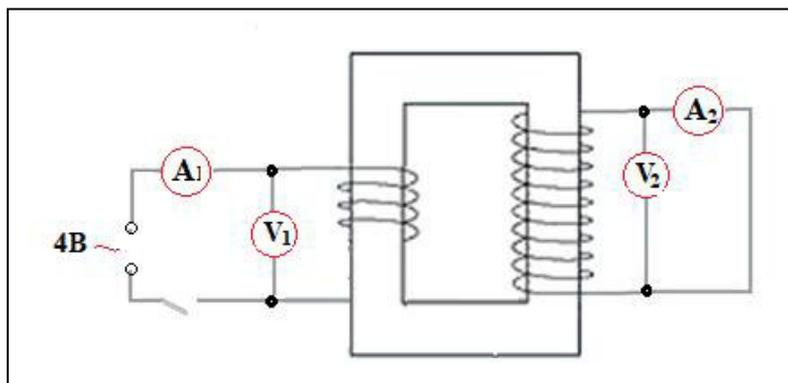

Рисунок 3
3. Составить электрическую цепь по схеме, рисунок 3